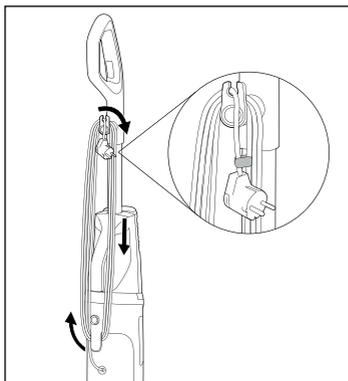

Fig. 3
- ◆ Enrolle el cable de red **17** completamente en el enganche superior e inferior del enrollacables **16/20** (consulte la fig. 3).